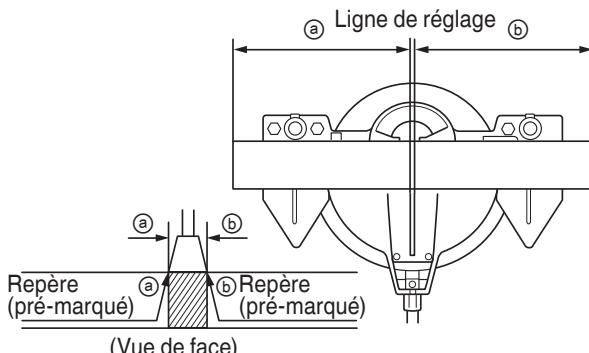

Fig. 15
- (1) Comme indiqué à la Fig. 15, la largeur de la lame est la largeur de coupe. En conséquence, glisser la pièce vers la droite (vue de la position de l'opérateur) pour obtenir la longueur ④, et sur la gauche pour obtenir la longueur ⑤.
- (2) Quand la lame a atteint sa vitesse maximale, abaisser doucement la poignée jusqu'à ce que la lame approche de la pièce.
- (3) Quand la lame touche la pièce, appuyer progressivement sur la poignée pour couper la pièce.
- (4) Quand la pièce est coupée à la longueur voulue, mettre l'outil électrique hors tension et attendre que la lame soit complètement arrêtée avant de relever la poignée en position complètement rentrée.